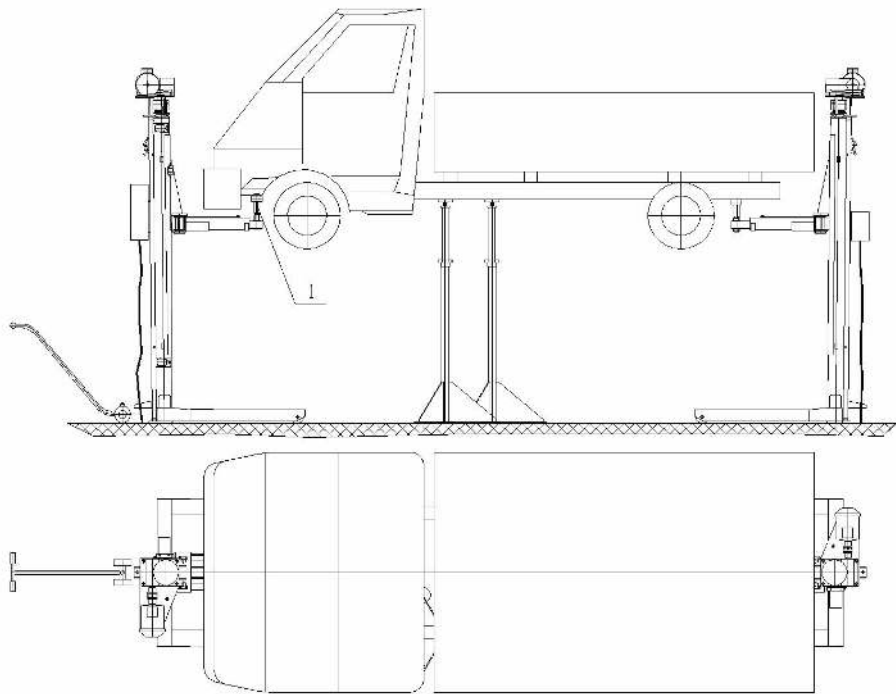

Рис. 6. Подъем автомобиля за передний и задний свесы рамы.
6.2.2 Для ревизии состояния смазки трущихся деталей (см. карту смазки на Рис. 6), в каждой стойке необходимо:
7.2. Подъем автомобиля за передний и задний свесы рамы (см. Рис.6).
7.2.5. Вывернуть опоры поз.1 (см. Рис. 6) вверх на столько, чтобы бамперы автомобиля не упирались в балки подъемника в положении когда опоры упираются в лонжероны рамы автомобиля.